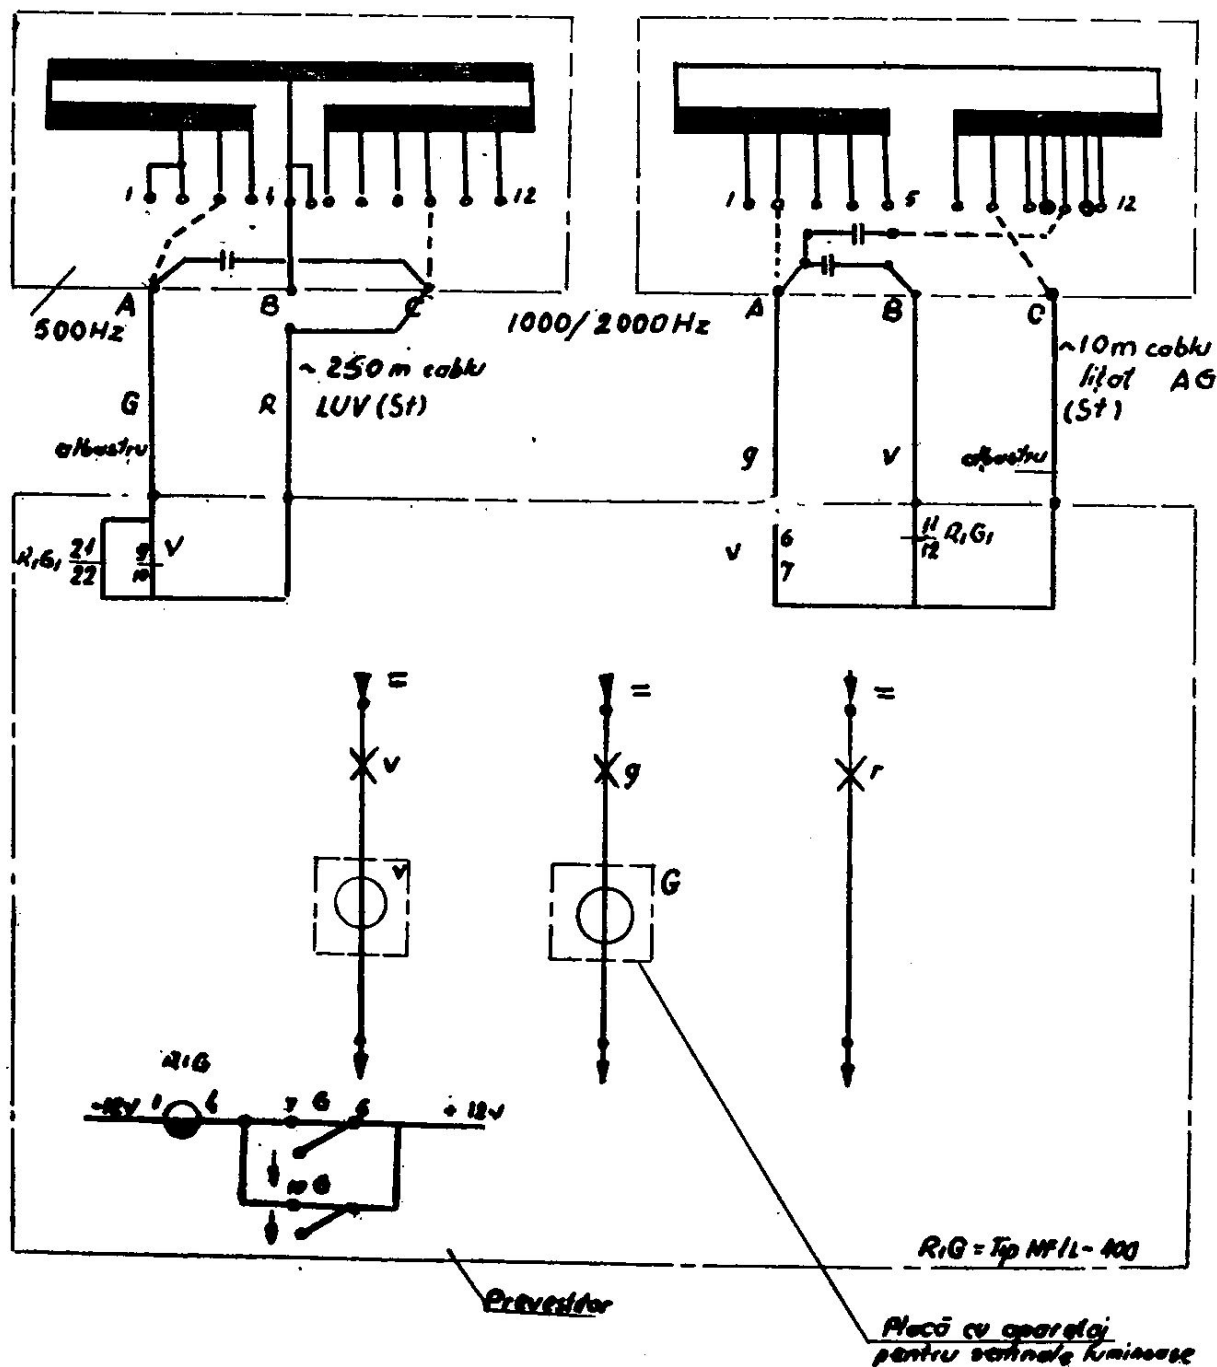

Fig. 50 Schema electrică și conectarea la semnalul prevestitor pe secții cu B.L.A., echipat cu inductoare de cale de 1000/2000 Hz și de 500 Hz
b) Semnalul prevestitor pe secții cu B.L.A. în curent continuu, echipat cu inductoare de cale de 1 000 Hz și de 500 Hz (fig. 50).